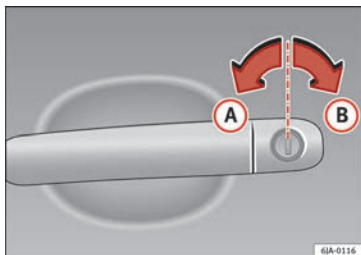

Abb. 122 Positionen des Schlüssels bei Verriegelung und Entriegelung des Fahrzeugs
- Drehen Sie den Schlüssel im Schließzylinder der Fahrertür in Fahrtrichtung bis zur Öffnungsposition **A** » Abb. 122.
- Drehen Sie den Schlüssel im Schließzylinder der Fahrertür gegen die Fahrtrichtung bis zur Schließposition **B** » Abb. 122.